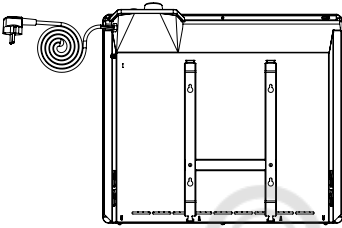

Рис. 4
- Опустите вниз две задвижки «Р» (см. рис. 4) и задвигайте панель обогревателя, и потяните прибор на себя.